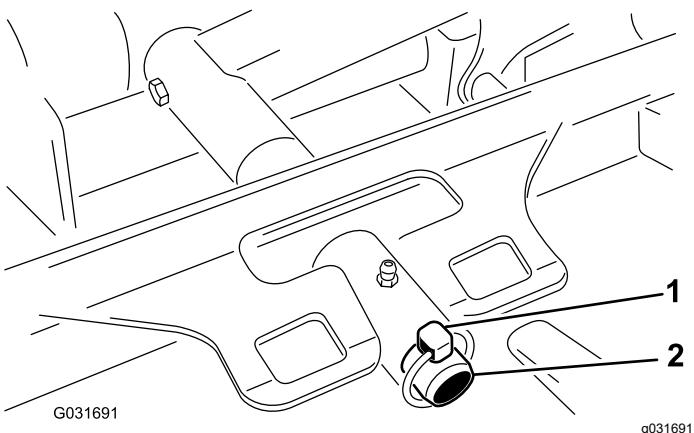

Figure 62
3. Retirez la goupille à anneau qui fixe le bâti porteur du tablier à l'axe de pivot du bras de levage (Figure 62).
3. Poussez le bâti porteur du tablier de coupe sur la tige de pivot et fixez-le avec une goupille à anneau (Figure 62).